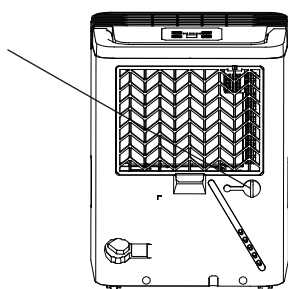
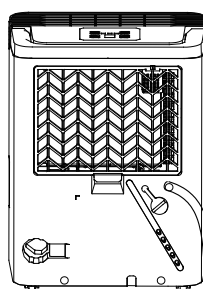

Fig. 8
Fig. 9
- Avlägsna gummiproppen från vattenbehållarens slanguttag. Anslut en avloppsslang (ID = 13.5mm) och led den till golvavloppet eller en lämplig dräneringsplats (se Fig.8 och Fig.9).